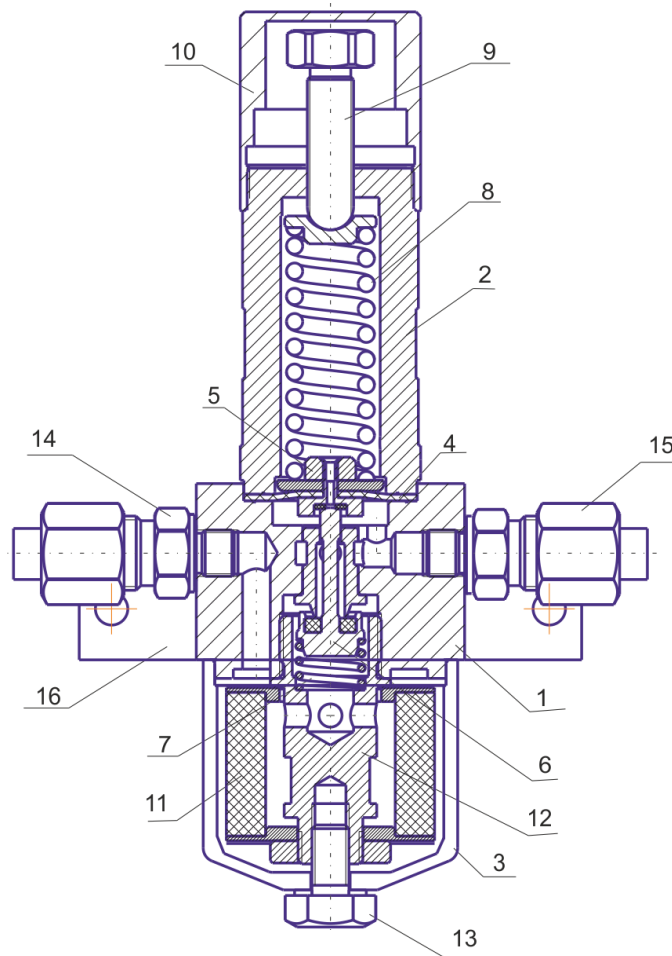

Рисунок 4.1 - Конструкция редуктора РДФ-20
10.2 При засорении фильтра 11 (см. рисунок 4.1) необходимо его заменить аналогичным.